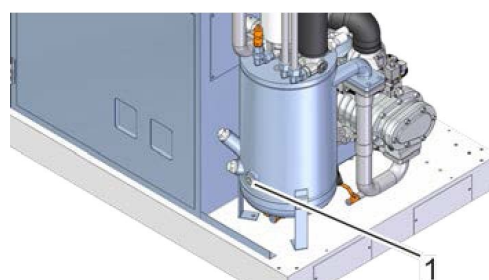

Рис. 28: Смотровое стекло
3. ➔ Проверить смотровое стекло (Рис. 28/1) на предмет полного увлажнения.